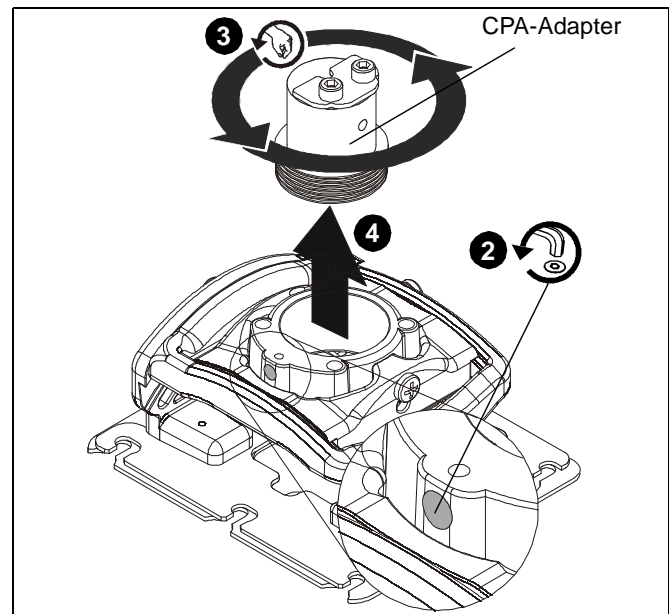

Abb. 3
1. Lösen Sie die Feststellschraube, die den CPA-Adapter an der RPME-Halterung fixiert. (Siehe Abb. 3)
2. Drehen Sie den CPA -Adapter gegen den Uhrzeigersinn, bis sich das Gewinde aus der RPME löst. (Siehe Abb. 3)
3. Entfernen Sie den CPA-Adapter aus der RPME. (Siehe Abb. 3)